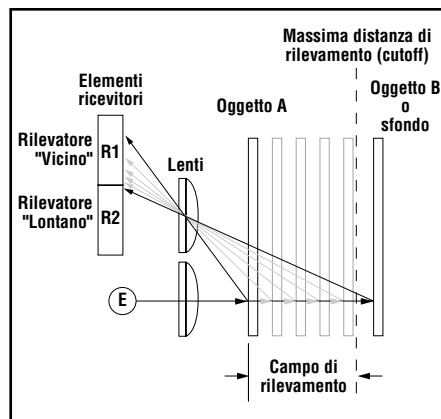

Figura 2. Sistema a campo regolabile
Durante il funzionamento, il Q60LAF confronta la luce del raggio emesso (E) riflessa dall'oggetto verso i due rilevatori orientati in modo diverso R1 e R2 (vedi Figura 2). Se il segnale luminoso ricevuto dal rilevatore "Vicino" (R1) è più forte di quello "Lontano" (R2) (vedi oggetto A, più vicino del punto di cutoff), il sensore reagisce alla presenza dell'oggetto. Se, viceversa, il rilevatore "Lontano" (R2) riceve un segnale più forte rispetto all'altro (R1) (vedi oggetto B, oggetto situato oltre il punto di cutoff), il sensore ignora l'oggetto.